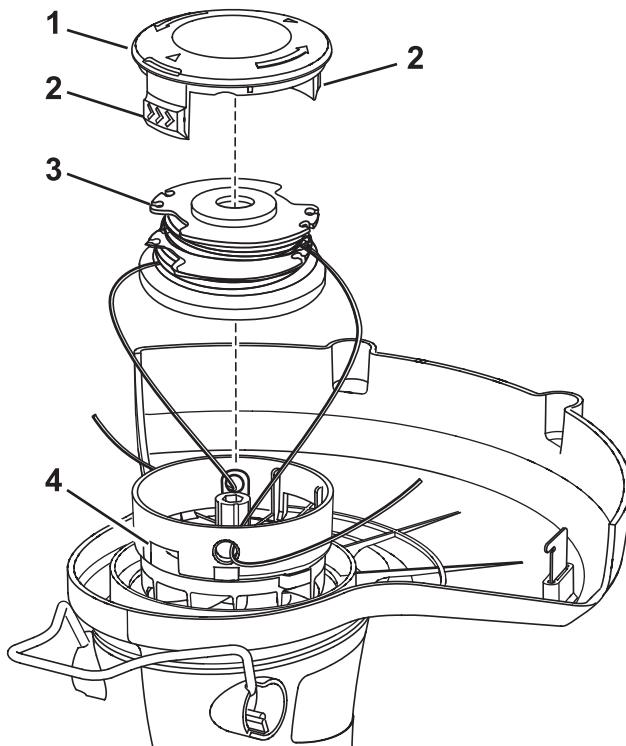

Figure 11
- Appuyez sur les languettes de chaque côté du chapeau de fixation de la bobine (Figure 11).